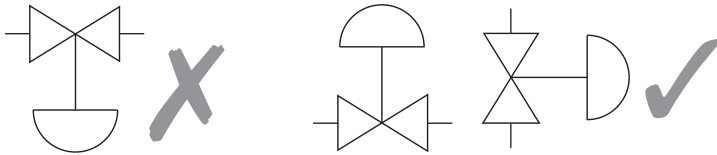

Abb. 3
- 3.3** Der Durchflusspfeil auf dem Ventilgehäuse muss mit der Durchflussrichtung des Mediums übereinstimmen. Das Ventil ist vorzugsweise in einer horizontal verlegten Rohrleitung (siehe Abb. 3) einzubauen. Wird ein Stellantrieb an das Ventil montiert, so sind die Installations- und Wartungsanleitung des Stellantriebs zu beachten.